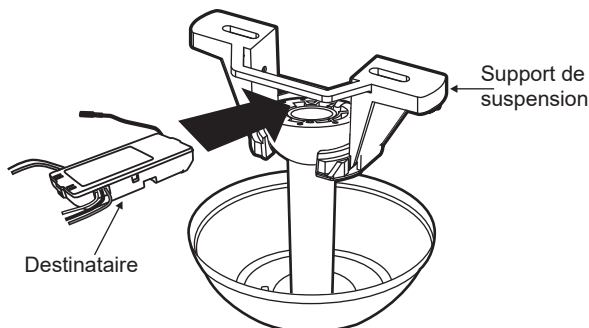

Fig. 1
- 1 Retirez la bille de la tige descendante en desserrant la vis de réglage sur le côté de la bille. Faites glisser la bille vers le bas et retirez la goupille à billes; retirer la bille. (Fig. 1)
- 1 Insérez le récepteur dans le haut du boîtier du ventilateur. (Fig. 1) Pour de meilleures performances, assurez-vous que l'antenne noire, à l'extrémité du récepteur, reste déployée et ne s'emmêle avec aucun des fils électriques.
- 1 Retirez la plaque murale existante et l'ancien interrupteur du boîtier de prise murale. (Fig. 1)
- 5** Bouton de réglage du code "SET": Suivez les étapes ci-dessous pour utiliser le bouton de réglage. (Fig. 1)